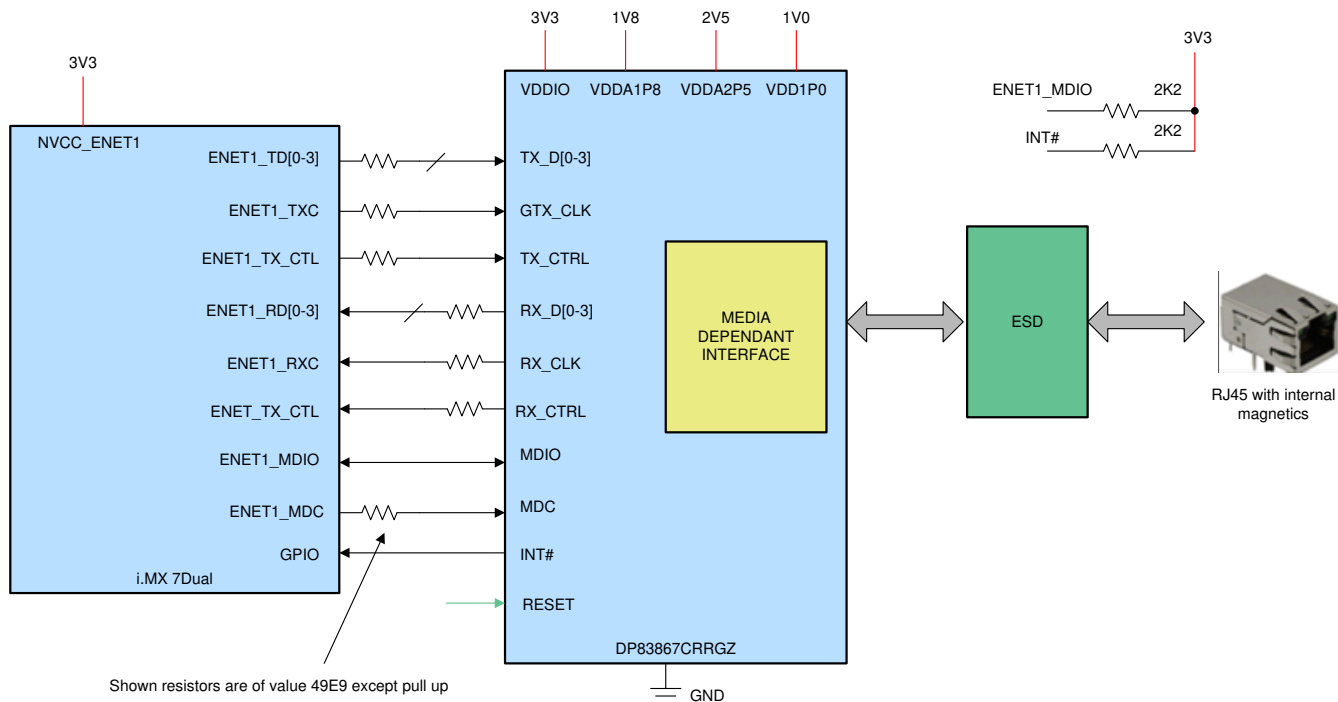

图 2-14. 具有 DP83867CR PHY 的以太网接口
i.MX 7Dual 处理器支持双以太网 PHY 接口，但对于本设计，我们仅使用一个千兆位以太网。本设计中使用的 1000Base-T PHY 是 DP83867CR 器件。处理器的接口通过 RGMII 实现并连接 MDC/MDIO 以管理 PHY。为了将 MDI 连接到 Cat5e 电缆，我们使用了带有 Pulse Electronics 提供的内部磁性元件的 RJ45。图 2-14 展示了以太网接口的连接方式。